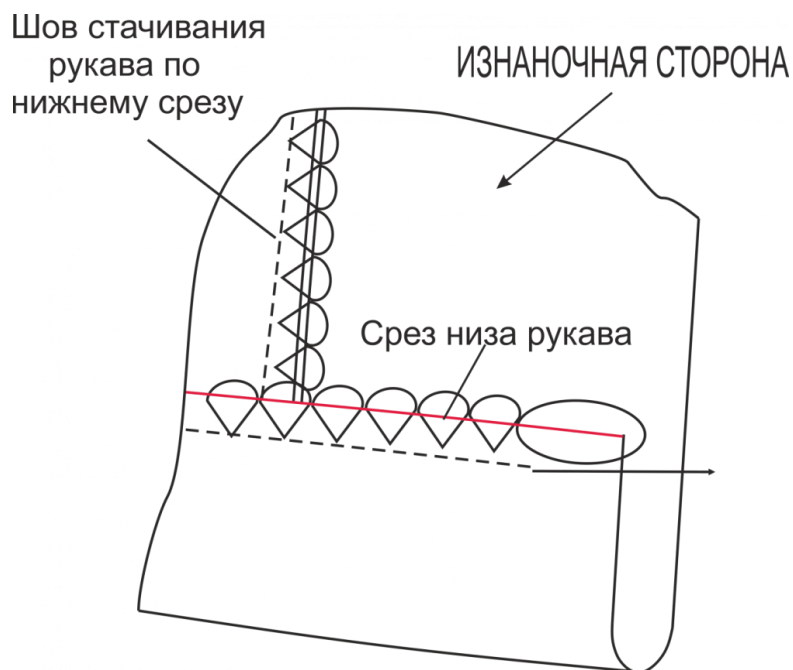

Рис. 3
7. Обметайте нижний срез рукавов (Рис. 3).